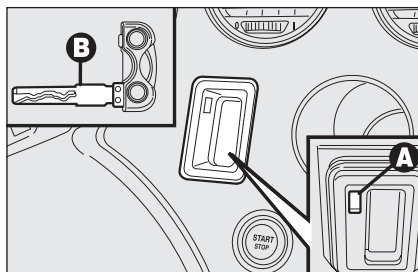

fig. 1
- ☐ insérer la tige métallique **B-fig. 1** de la clé électronique dans la fente **A**;
ATTENTION Ne pas insérer dans la fente **A-fig.1** des objets différents de la tige métallique **B** de la clé électronique.